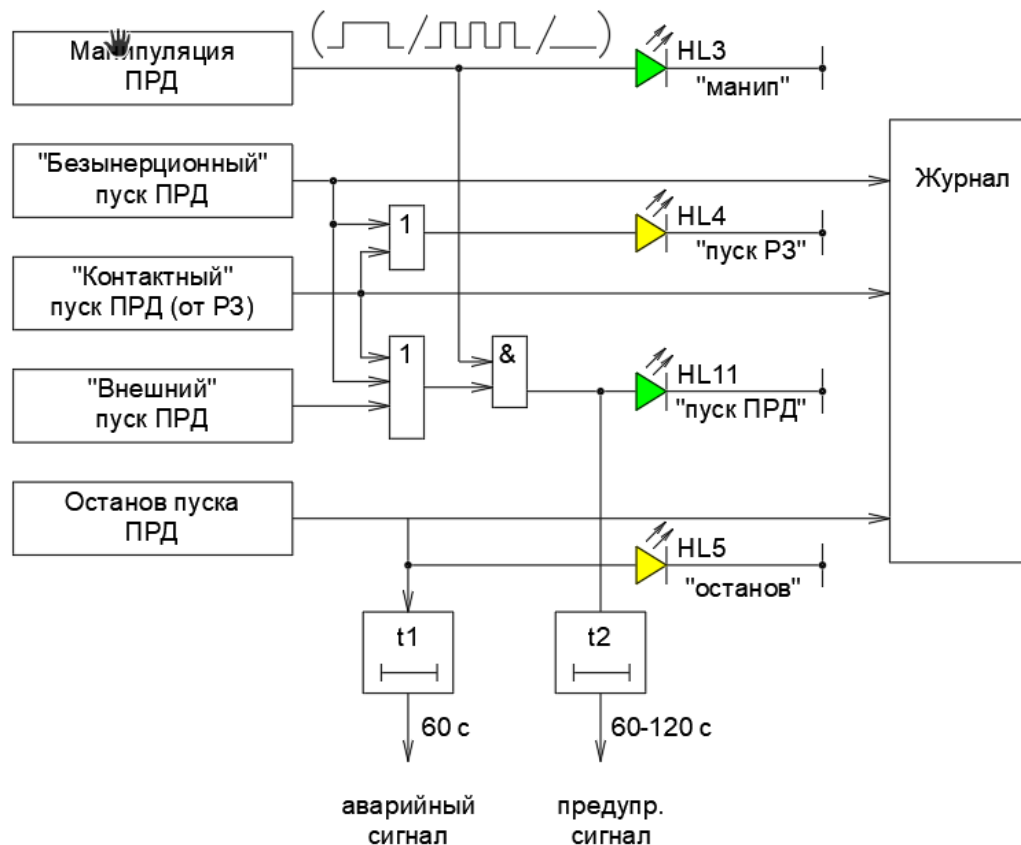

Рисунок 8.5.1 - Алгоритм сигналізації основної функції ПРМД
**Сигналізація основної функції** (обслуговування релейного терміналу) реалізується по наступному алгоритму (рисунок 8.5.1).